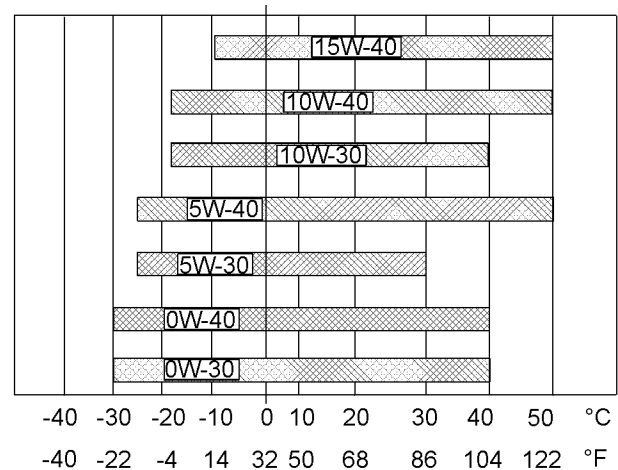

Abbildung 65
Informationen zur Bestimmung der erforderlichen Ölviskosität beim Starten eines kalten Motors sind der Abbildung 65 (Tiefsttemperatur) zu entnehmen.
Zur Bestimmung der notwendigen Ölviskosität für den Motorbetrieb bei der höchsten zu erwartenden Umgebungstemperatur siehe Abbildung 65 (maximale Temperatur).
- Siehe die entsprechenden Schmierstoffviskositäten. Siehe die entsprechende Abbildung 65 , um den richtigen Viskositätsgrad für den Motor zu bestimmen.